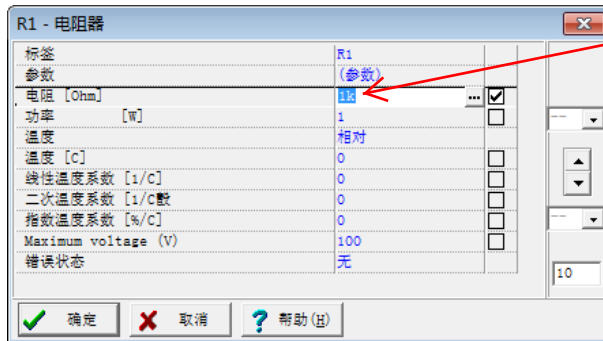
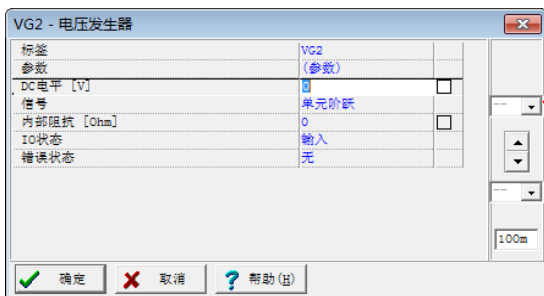
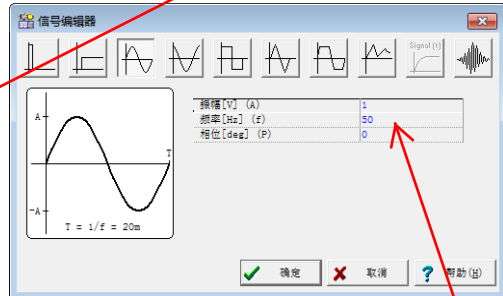

图 12 所示的电阻参数对话框
图 13 所示的电压发生器设置对话框
图 14 所示的正弦波设置对话框
③ 采用前述的绘制导线的方法，绘制连接电路的导线。
④ 双击电路图中的 R1 电阻符号弹出如图 12 所示的电阻参数对话框，修改 R1 的电阻值为 10k。采用同样的方法修改 R2、R4 的电阻值为 10k，R3 的电阻值为 5k；双击 V1 和 V2 电池符号修改直流电压值为 15V；双击 VF1 电压指针，点击【标签】栏将 VF1 修改成 out；双击 VG1 电压发生器，弹出如图 13 所示的电压发生器设置对话框，系统默认的输出单元阶跃信号，点击信号栏，然后点击右侧【...】弹出信号编辑器对话框，点击对话框中的正弦波图形按钮，弹出如图 14 所示的正弦波设置对话框，修改信号频率为 10kHz 后，在信号编辑器对话框中点击【确定】按钮，在电压发生器设置对话框点击【确定】按钮。